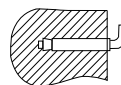

Рис. 5. Крепежный анкер для монтажа.
- Присоедините дренажный шланг (позиция 3 на рис. 5) к запорному крану на тройнике на входе холодной воды в водонагреватель и направьте его в канализацию, либо в место слива воды. Откройте запорный кран и дождитесь полного слива воды.
После выбора места монтажа определите места под два крепежных болта с крюками (в зависимости от спецификаций выбранного изделия). Прodelайте в стене два отверстия необходимой глубины, соответствующие размеру крепежных болтов, вставьте винты, поверните крюк вверх, плотно затяните гайки, а затем установите на него электрический водонагреватель (см. рис. 5).